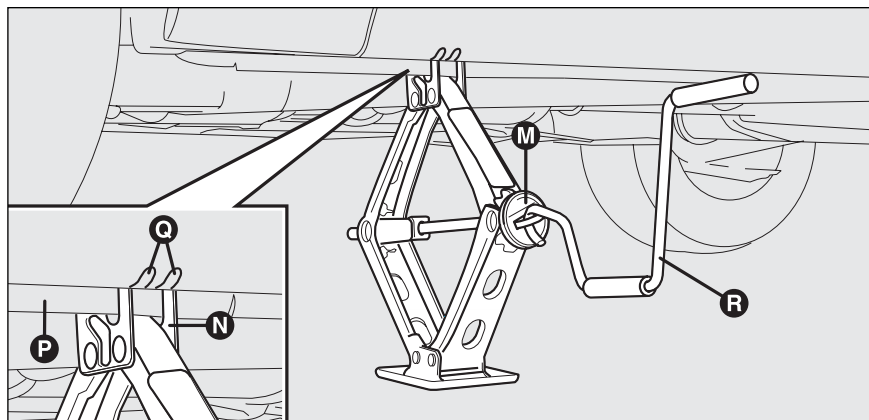

fig. 7
- ☐ accione el dispositivo **M-fig. 7** para abrir el gato hasta que la ranura **N** en la parte superior del gato se introduzca correctamente en el perfil inferior **P** ubicado en el chasis en correspondencia a la indicación **Q** (a unos 72 cm del centro de la rueda delantera, o bien, a 75 cm del centro de la rueda trasera);
- ☐ introduzca la manivela **R-fig. 7** para permitir accionar el gato y levante el coche hasta que la rueda se alce del suelo de algunos centímetros;
- ☐ accione la manivela **R-fig.7** para bajar el coche y quite el gato;